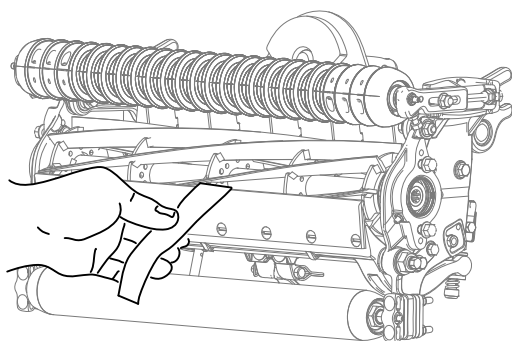

Рисунок 10
12. Проверьте характеристики скашивания, вставив длинную полоску бумаги для проверки производительности среза между барабаном и неподвижным ножом перпендикулярно неподвижному ножу (Рисунок 10). **Медленно** вращайте барабан вперед. При этом бумага будет разрезаться.